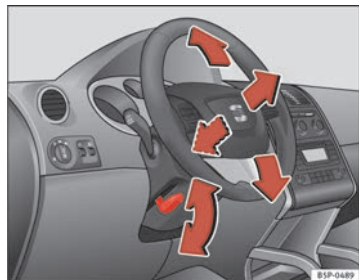

Abb. 134 Lenkradposition einstellen
- Schwenken Sie den Hebel ⇒ Abb. 134 unter der Lenksäule nach unten ⇒ ⚠.